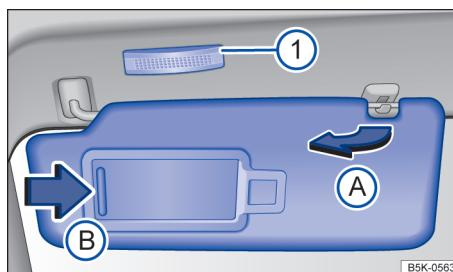

Fig. 99 No revestimento interno da parte dianteira do teto: para-sol.
- Podem ser extraídos do suporte e girados até as portas → Fig. 99 **A**.
Ao deslocar a tampa → Fig. 99 B, é acesa a luz → Fig. 99 ①.